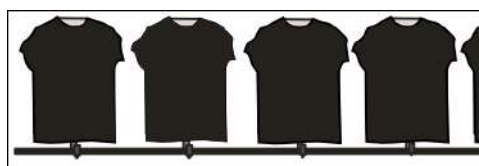

Imagen 332\_06
**8-** Colocar demás poleras en las paletas (Imagen 332\_06)